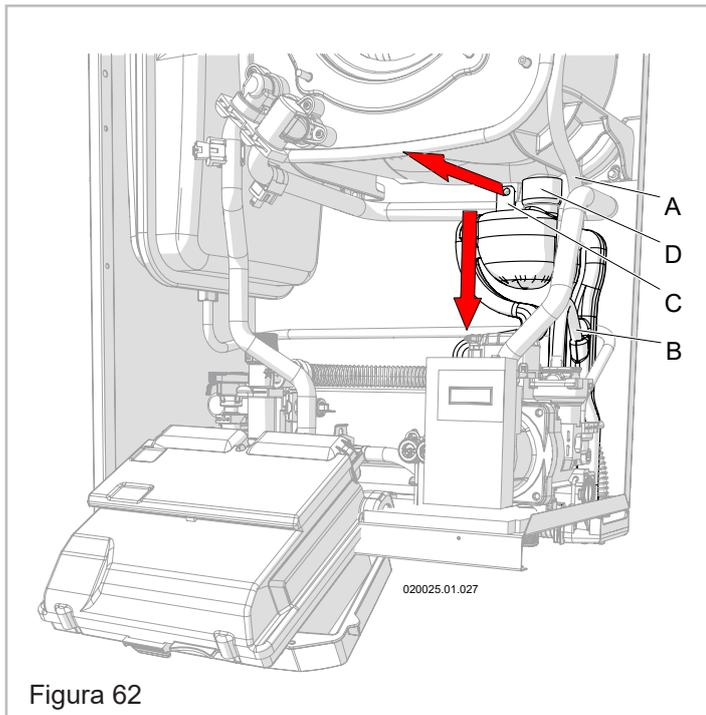

Figura 62
5. - Sfilare verso l'esterno il supporto "C" dal sostegno di tenuta (Figura 62);